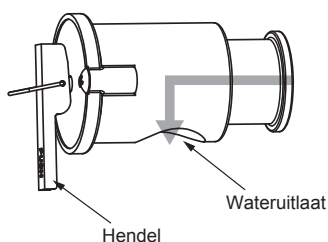

Fig. 4-2
4.4. Onderdelen die regelmatig moeten worden geïnspecteerd (Fig. 4-2)